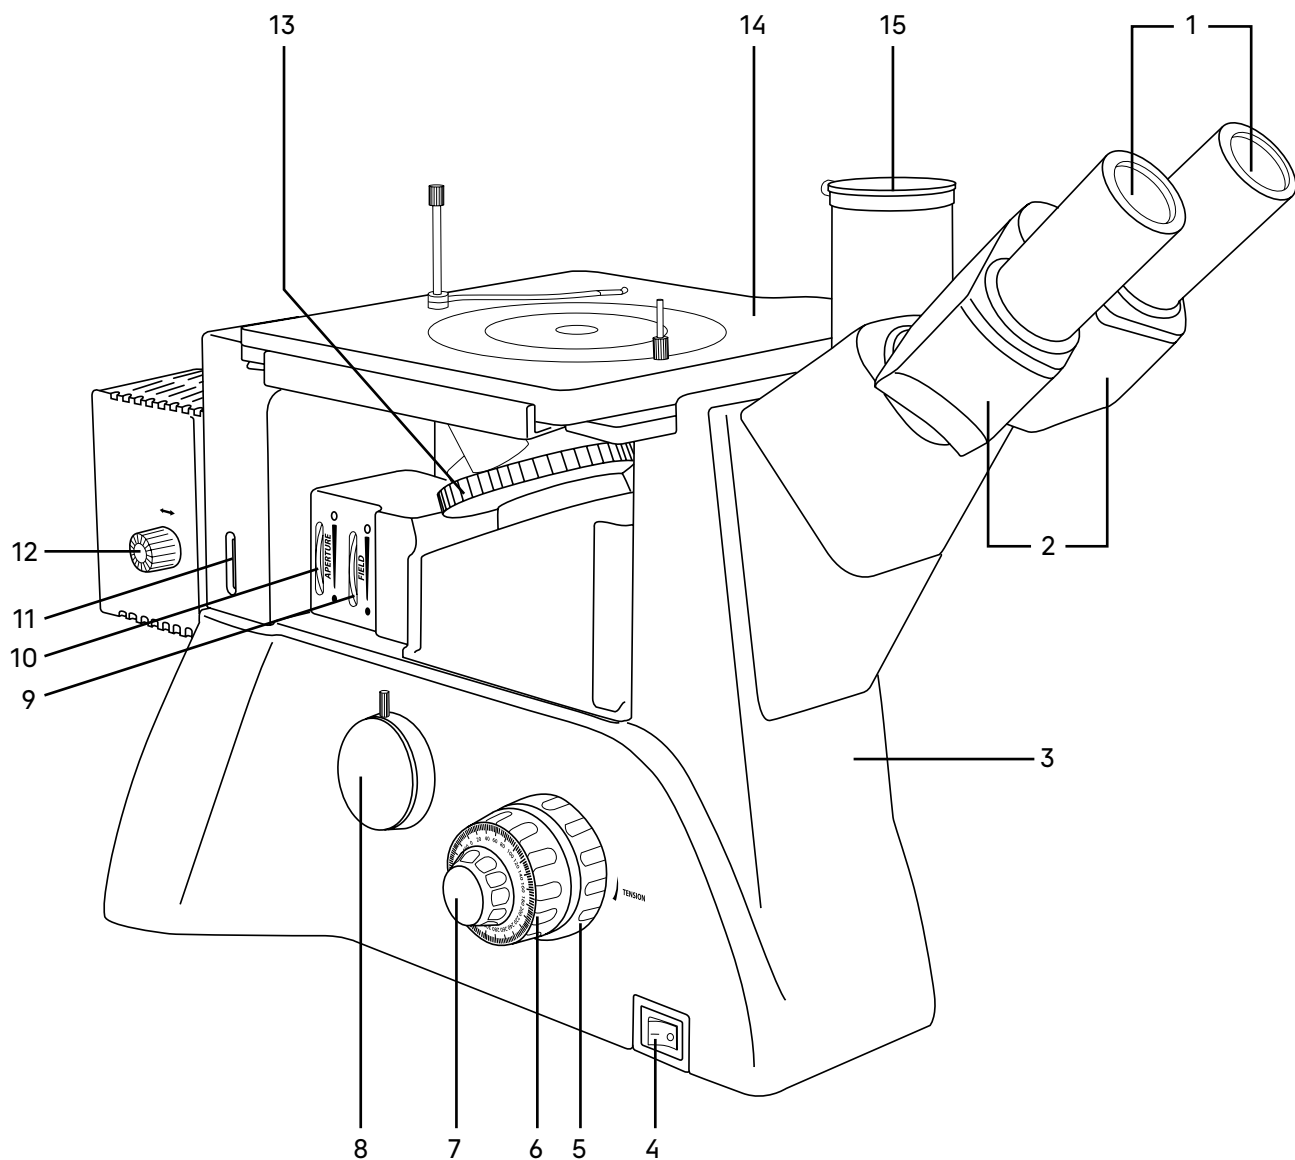
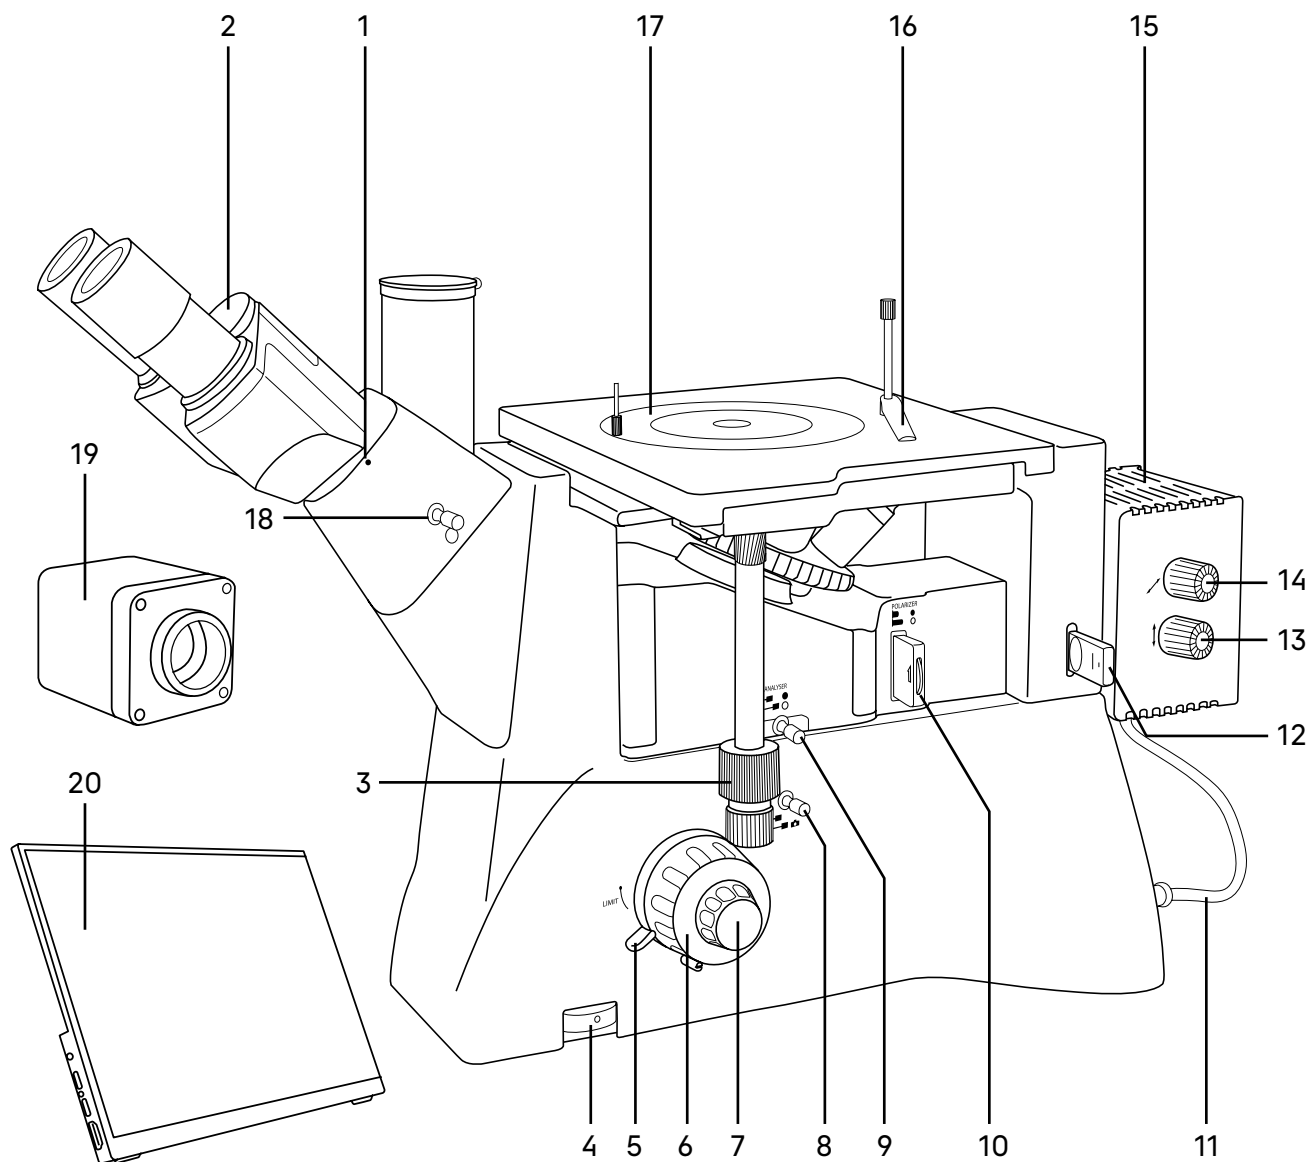

Рис. 1. Микроскоп MAGUS Metal VD700 LCD. Вид слева
Рис. 2. Микроскоп MAGUS Metal VD700 LCD. Вид справа
Общий вид микроскопа представлен на рис. 1 и 2.
На штативе 3 (рис. 1) закреплены:
- револьвер 13 (рис.1) с объективами;
- предметный столик 14 (рис. 1);
- тубусы визуальной насадки 2 (рис. 1);
- фонарь лампы 15 (рис. 2).
На левой боковой поверхности штатива расположен выключатель 4 (рис. 1) сетевого напряжения. В положении «—» включается, а в положении «0» выключается сетевое напряжение.
На правой боковой поверхности штатива расположен диск 4 (рис. 2) для регулировки напряжения питания источника света.
На левой боковой поверхности штатива расположен канал визуализации 8 (рис. 1) для установки камеры. Микроскоп укомплектован адаптером C-mount, который устанавливается в этот канал и закрепляется в нем винтом. На адаптер устанавливается камера. Камера служит для вывода изображения на экран компьютера или монитор/телевизор.
Фокусировка на объект осуществляется перемещением по высоте револьверного устройства с объективами. Грубая фокусировка производится вращением коаксиальных рукояток 6 (рис. 1, 2), расположенных по обеим сторонам штатива.
Тонкая фокусировка производится вращением рукояток 7 (рис. 1, 2), расположенных по обеим сторонам штатива. Тонкая фокусировка требуется для более точного фокусирования на объект и для подфокусировки микроскопа на резкость изображения при смене объективов и препаратов. Цена деления тонкой фокусировки – 2 мкм.
Механизм регулировки жесткости хода грубой фокусировки 5 (рис. 1) – кольцо между штативом и рукояткой грубой фокусировки с левой стороны. С помощью кольца регулируется жесткость хода грубой фокусировки так, чтобы жесткость была комфортной для пользователя, но при этом револьвер с объективами не опускался самопроизвольно во время работы.
Механизм блокировки грубой фокусировки 5 (рис. 2) расположен с правой стороны. После завершения грубой фокусировки рекомендуется перевести рычаг в крайнее положение в направлении по часовой стрелке. Таким образом закрепится положение грубой фокусировки для быстрой рефокусировки после смены препарата.
Тринокулярная визуальная насадка обеспечивает визуальное наблюдение изображения объекта. Насадка закреплена на штативе 3 (рис. 1). В гнездо насадки устанавливается блок окулярных тубусов 2 (рис. 1) и закрепляется винтом 1 (рис. 2). При установке поверните тубусы вверх или вниз для удобства наблюдения.
Изменение межзрачкового расстояния в насадке осуществляется разворотом окулярных тубусов в пределах 48–75 мм. Значение расстояния, установленного в соответствии с глазной базой наблюдателя, отсчитывается по шкале 2 (рис. 2) на насадке.
В вертикальный тубус 15 (рис. 1) корпуса визуальной насадки (канал визуализации) с помощью переходника C-mount устанавливается система визуализации с монитором. Переключение светового потока на вертикальный тубус производится рукояткой 8 (рис. 2) и 18 (рис. 2). Рукоятка имеет два положения: 100/0 и 50/50.
В комплект микроскопа входят окуляры 1 (рис. 1). Окуляры имеют высокое положение выходного зрачка и предназначены для работы как в очках, так и без них.
Револьверное устройство 13 (рис. 1) обеспечивает установку пяти объективов. Смена объективов производится вращением револьверного устройства за конусную рифленую поверхность до фиксированного положения.
Встроенные полевая и апертурная диафрагма отцентрированы в оптической оси на заводе-изготовителе и дополнительной центрировки не требуют. Если появится необходимость, диафрагмы можно отцентрировать регулировочными винтами. Раскрытие/закрытие полевой и апертурной диафрагм производится вращением кольца 9 (рис. 1) и кольца 10 (рис. 1) соответственно.
Двухкоординатный механический предметный столик 14 (рис. 1) закреплен на штативе. Перемещение столика осуществляется рукоятками 3 (рис. 2).
На задней стенке штатива микроскопа находится соединительный переходник. На него устанавливается фонарь галогенной лампы 15 (рис. 2).
Регулировка положения лампы относительно оси осуществляется рукоятками 13, 14 (рис. 2).
Регулировка положения лампы относительно коллектора осуществляется рукояткой 12 (рис. 1).
Для проведения наблюдений в поляризованном свете микроскоп оснащен устройством простой поляризации, которое включает в себя съемные анализатор 9 (рис. 2) и поляризатор 10 (рис. 2). Поляризатор вращается в диапазоне 0–360°. Анализатор выполнен в виде пластины и не оснащен поворотным диском.
В комплект микроскопа входит слайдер со светофильтрами 12 (рис. 2). Слайдер имеет 5 положений: желтый, синий, матовый, зеленый фильтры, а также свободное отверстие. Светофильтры помогают правильно настроить цветопередачу в зависимости от образца исследования, улучшить цветовой баланс и повысить контрастность и яркость изображения.